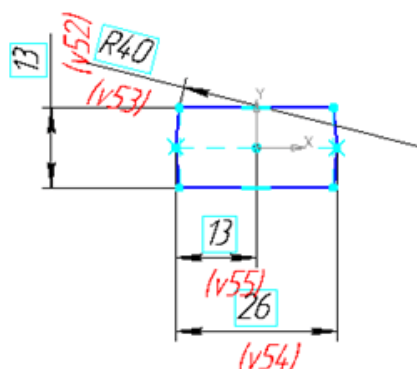

Рис. 11.8. Эскиз 6
7. Выберите Плоскость 3, войдите в режим создания эскиза, постройте **эскиз 6** согласно рис. 11.8.